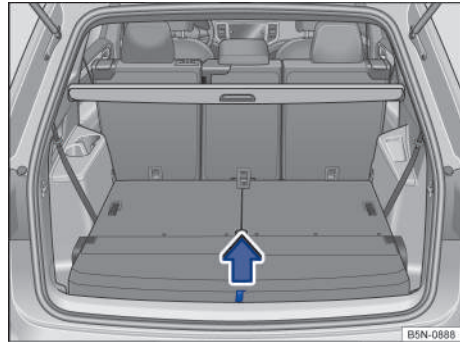

Fig. 201 En el maletero: levantar el piso del maletero.
1. Tire del piso del maletero por el lazo → fig. 201 hacia arriba, en el sentido de la flecha, y extráigalo.